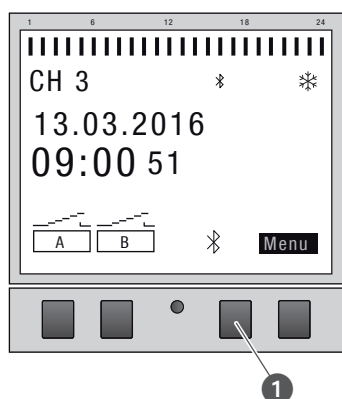

Bild 22: Starta Bluetooth-anlutning på kanalutökningen
6. Tryck på Bluetooth-knappen (Bild 22/1) på kanalutökningen.